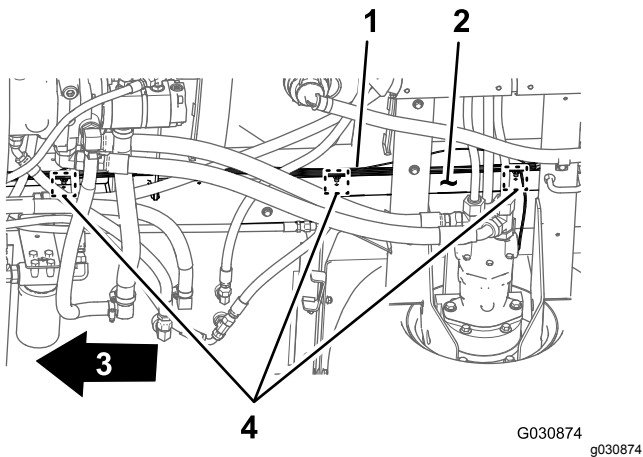

图35
3. 拆下将后线束固定到机器右机架管中的孔的 3 个枞树形锚栓 图35。